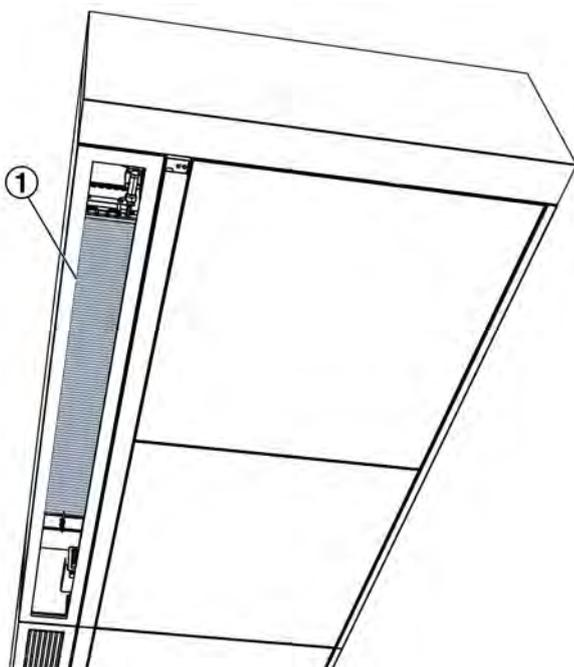

Abb. 89: Wärmeübertrager absaugen
4. ▶ Betriebsdruck der wasserseitigen Anschlüsse (Abb. 89 /1) ablassen und die Rohrverschraubungen am Wärmeübertrager lösen.